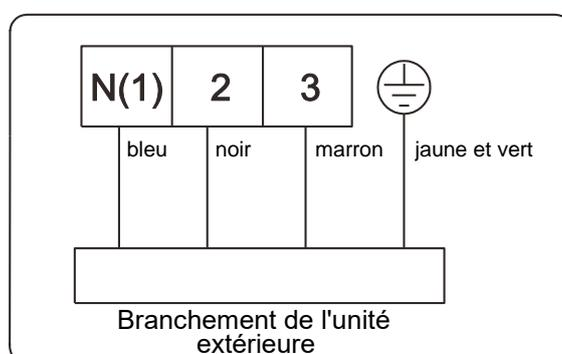

Fig. 38
- Branchez le câble de raccordement de l'unité intérieure comme indiqué dans la figure 38.